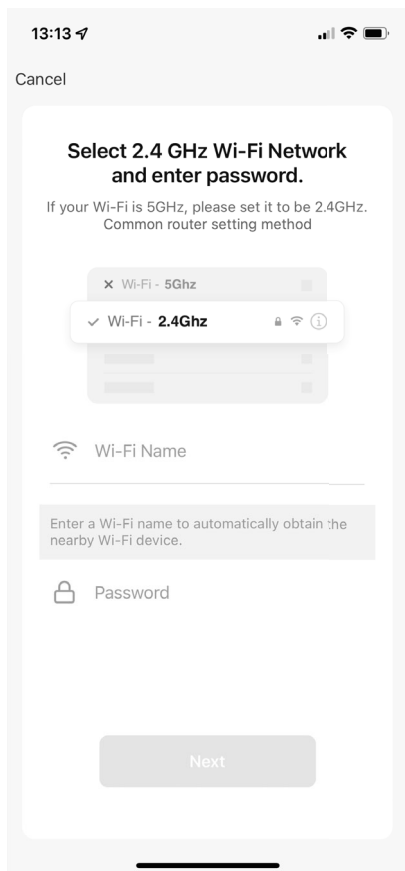

Fig. 3
- Dans l'étape suivante, entrez le mot de passe de votre réseau Wi-Fi (**voir fig. 3**) et appuyez ensuite sur SUIVANT.